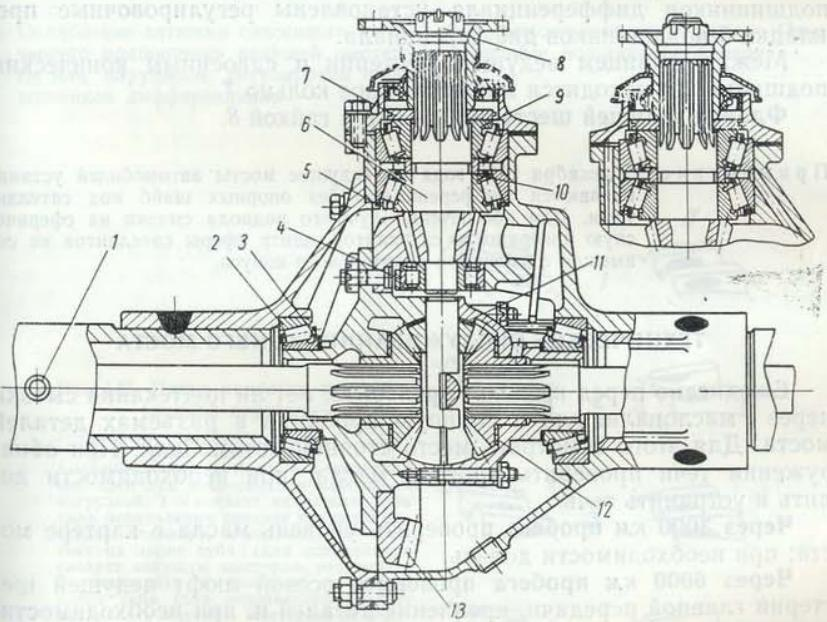
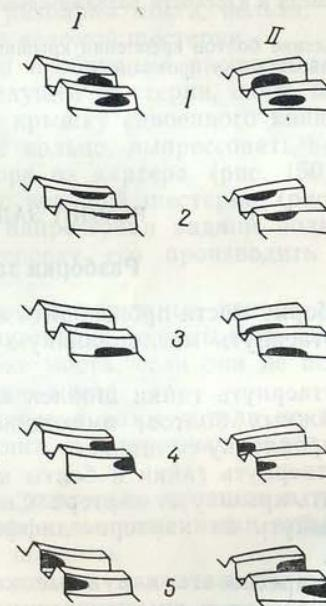

Рис. 146. Задний мост:
Рис. 147. Пятно контакта шестерен главной передачи:
Картер заднего моста (рис. 146), разъемный в вертикальной плоскости, состоит из двух частей, соединенных болтами. В положении
1. Неправильная регулировка зацепления шестерен главной передачи	1. Регулировать зацепление шестерен по контакту (рис. 147)
На рис. 147 показаны типичные пятна контакта на зубьях ведомой шестерни главной передачи и способы устранения неправильного расположения пятна контакта. Если необходимо переместить ведущую шестернию, то это делать изменением толщины регулировочного кольца 5 (рис. 146).
2. Установить регулировочное кольцо 5 (рис. 146) положения ведущей шестерни в картер.